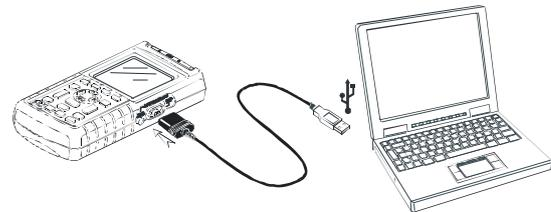

Abbildung 7-3. Anschließen eines Computers
- Benutzen Sie das optisch isolierte RS-232/USB - Adapterkabel (OC4USB), um einen Computer an die optische Schnittstelle OPTICAL PORT des Messgeräts anzuschließen. Siehe Abbildung 7-3.